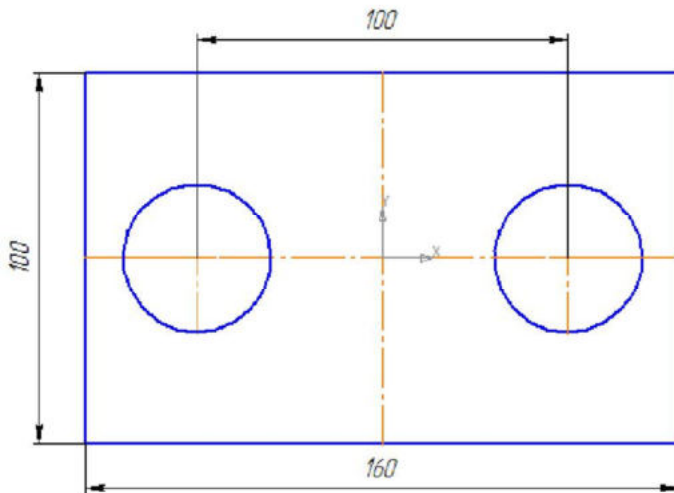

Рис. 14
- ☐ аналогичным образом проставьте все линейные размеры, изменяя ориентацию размерной линии. Вводимый текст будет указываться в поле Размерная надпись (рис. 14);